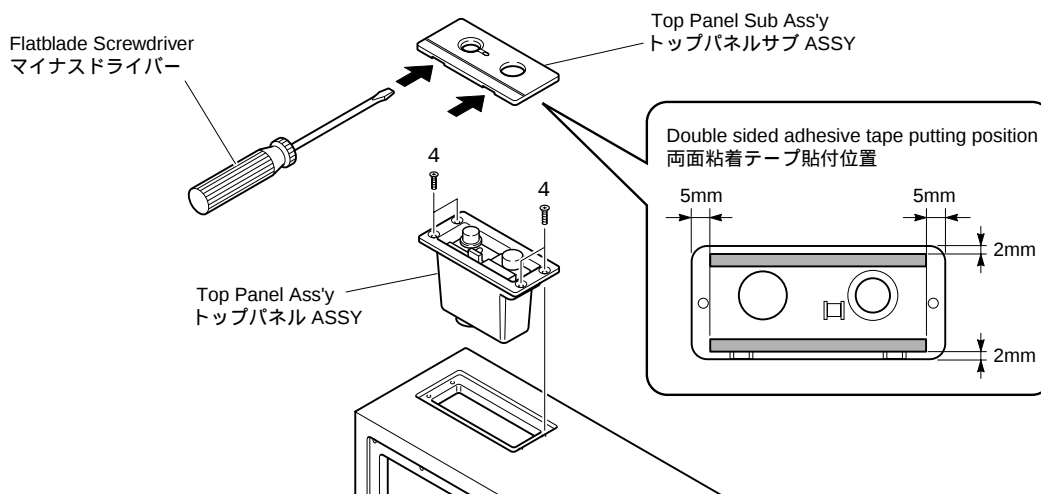

Fig. 4
- Using the flatblade screwdriver inserted in the gap between the Front Grille Ass'y and the cabinet (rear side first), push up the Top Panel Sub Ass'y. (Fig. 4)
- 後側からマイナスドライバー等を差し込み、トップパネルサブASSYを押し上げます。(Fig. 4)
- a. Remove 4 screws (4). (Fig. 4)
- b. Pull out the Top Panel Ass'y. (Fig. 4)
- a. のネジ4本を外します。(Fig. 4)
- b. トップパネルASSYを取り外します。(Fig. 4)